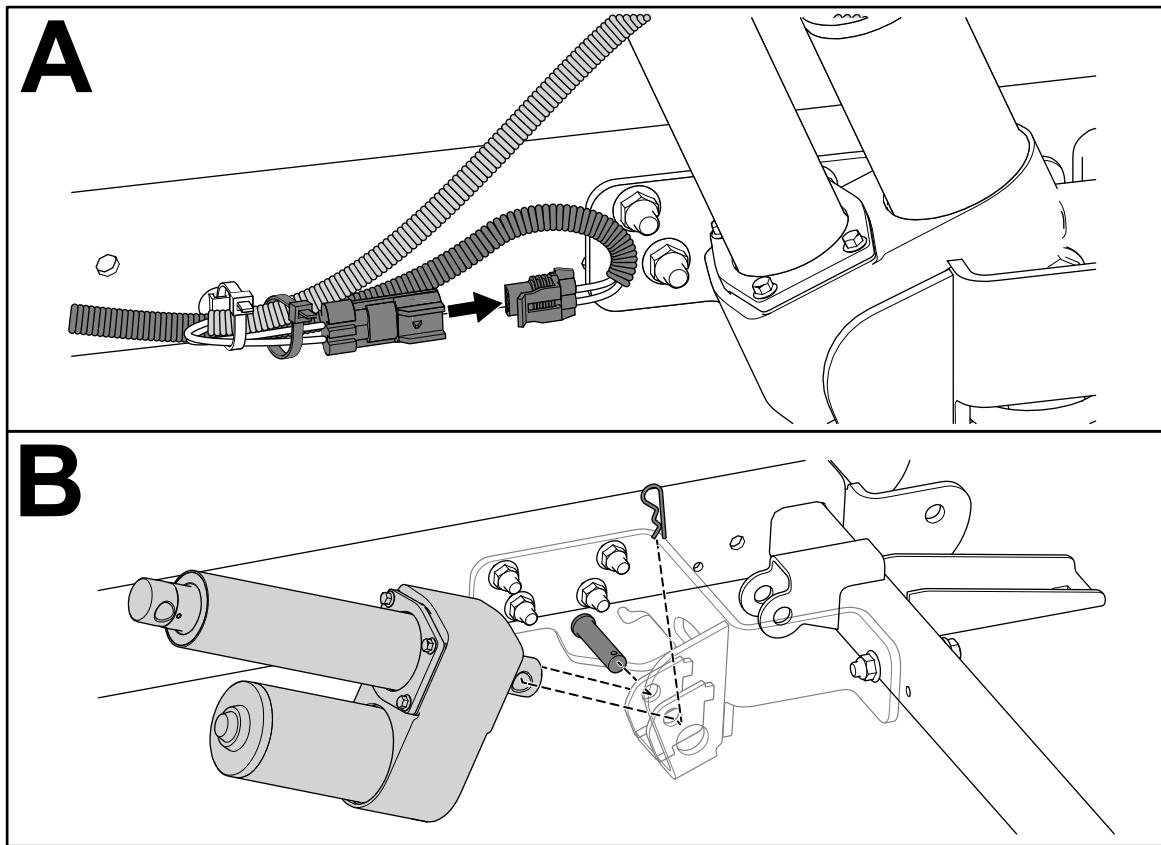

Рисунок 4
5. Снимите цилиндр подъема с электроприводом (если применимо), как показано на Рисунок 4.